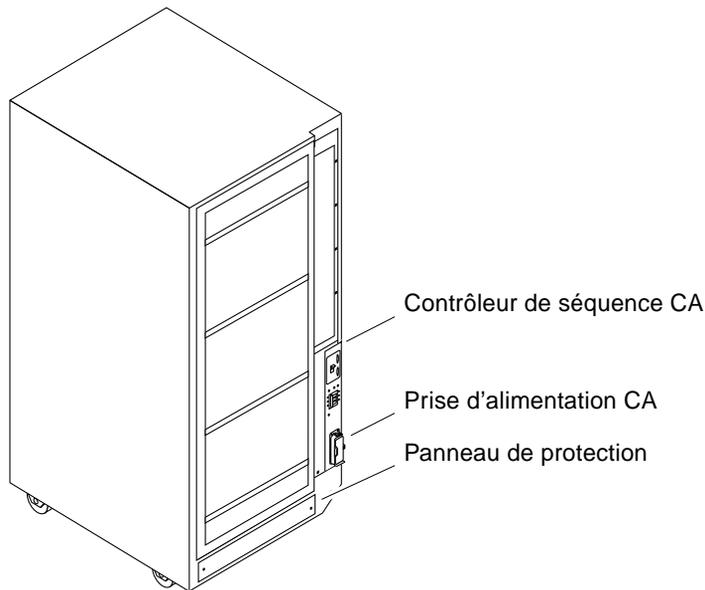

FIGURE 2-2 Commutateur du contrôleur de séquence CA
4. Vérifiez que le commutateur du contrôleur de séquence CA (FIGURE 2-2) se trouve sur la position Arrêt.
- 6. Si vous installez ou redispousez les câbles d'interface, retirez le panneau de protection (FIGURE 2-2) en desserrant les deux vis de celui-ci.**
- 1. Si vous aviez retiré le panneau de protection, fixez-le à l'armoire (FIGURE 2-2).**
1. **Soulevez le cache de protection de la prise CA (FIGURE 2-2) située sur le contrôleur de séquence CA et connectez le cordon d'alimentation CA.**